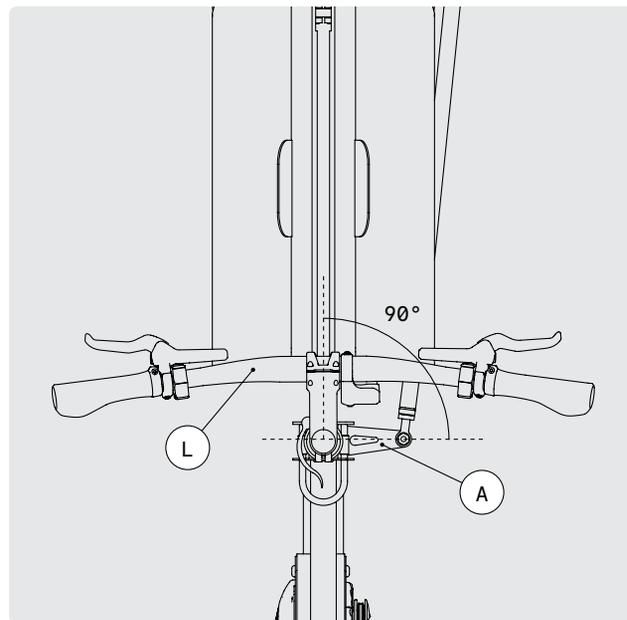

FIG. 30
Hay desalineación cuando el brazo A ya no está en un ángulo de 90° con respecto al cuadro estando el manillar L alineado y la rueda delantera, derecha, como en la fig. 30.
- 1 Afloje la contratuerca del tornillo de ojo usando una llave de boca de 17 mm (fig. 30).